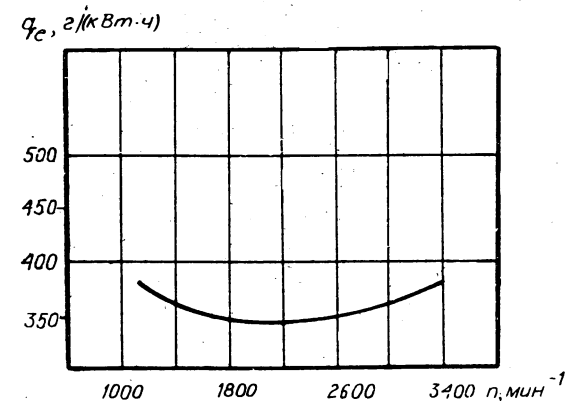

Рисунок 4.1. График удельного расхода топлива двигателем
4.2. По графику удельного расхода топлива двигателем (рисунок 4.1.) найти, сколько литров топлива израсходует автомобиль на участке в 24 км при движении на прямой передаче со скоростью 55 км/ч. Удельный вес бензина  $\gamma$  принять равным 0,75 г/см3.